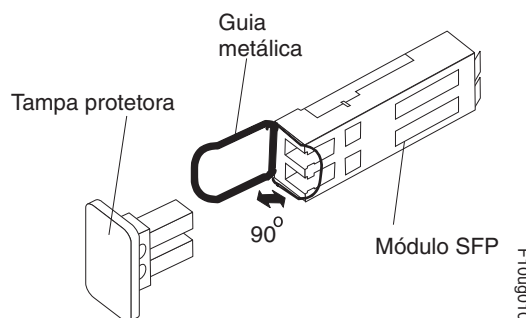

Figura 23. Desbloqueando a Trava do Módulo SFP ou SFP+ - Variedade Metálica
- Para módulos SFP ou SFP+ que contêm guias metálicas, desbloqueie a trava do módulo SFP ou SFP+ puxando a trava metálica 90° para fora, conforme mostrado na Figura 23.